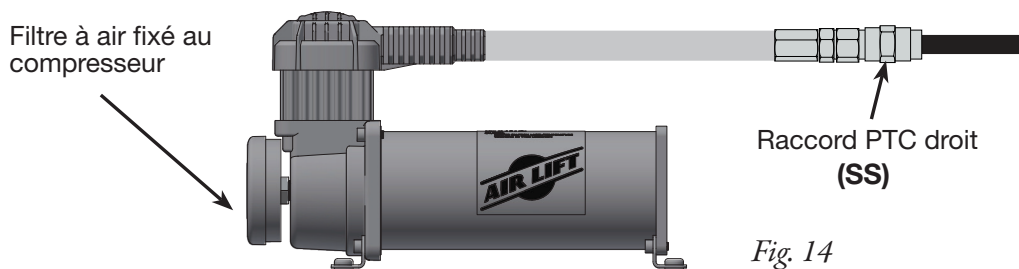

Fig. 14
1. Si vous n'installez pas la ligne principale directement sur un réservoir, fixez le raccord PTC droit (SS) à l'extrémité de la ligne principale (Fig. 14). Appliquez le ruban d'étanchéité et serez de 1 1/2 à 2 tours au-delà du serrage à la main.
2. Préparez l'admission du compresseur. Si le compresseur (C, U ou T) est installé à l'intérieur du véhicule, fixez le filtre à air à l'orifice situé à l'extrémité du compresseur (Fig. 14). Si le compresseur est situé à l'extérieur du véhicule, raccordez le filtre à air d'admission à un endroit sec à l'intérieur du véhicule à l'aide des composants fournis avec le compresseur (Fig. 15).